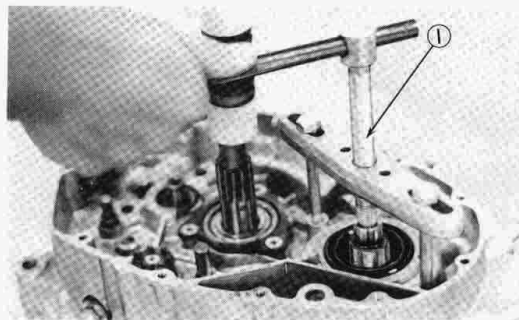

Fig. 3-3-18
3. As pressure is applied, alternately tap on the front engine mounting boss, the transmission shafts and the shift drum. (Fig. 3-3-18)
3. A mesure que la pression est appliquée, frappez alternativement sur le bossage avant du moteur, les arbres de transmission et le barillet de sélecteur de vitesses. (Fig. 3-3-18)